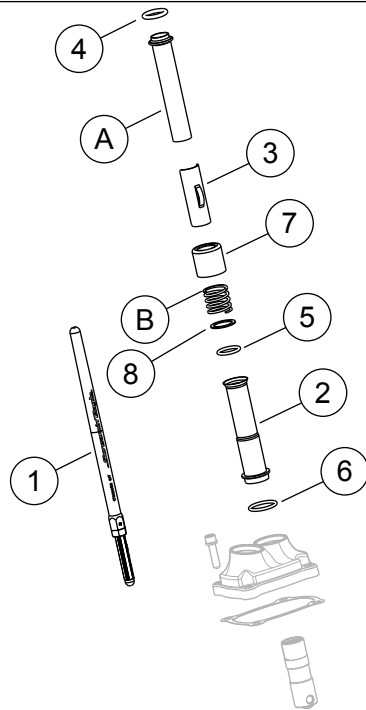

Figure 5. Pièces de rechange
Consultez Figure 5 et Tableau 1 .
- Consultez Figure 3 et Figure 5 . Installer les tiges-poussoirs d'admission dans les caches-tiges. Remplacez les joints toriques, abaissez le couvre-tige et la clavette de la gaine de ressort avec les nouveaux composants fournis dans le kit. Veillez à ce que le bout correcteur de la tige de poussée est abaissée.